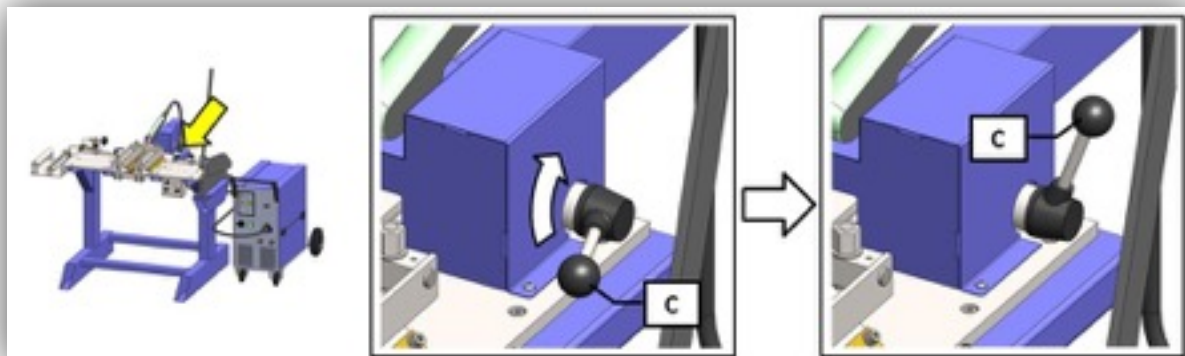

Figura 25
⑧ Desbloquee el soplete de soldadura con la palanca C adecuada (véase la Figura 25). Posicione manualmente la antorcha en el cordón de soldadura de la soldadura inicial (cordón de soldadura posterior).